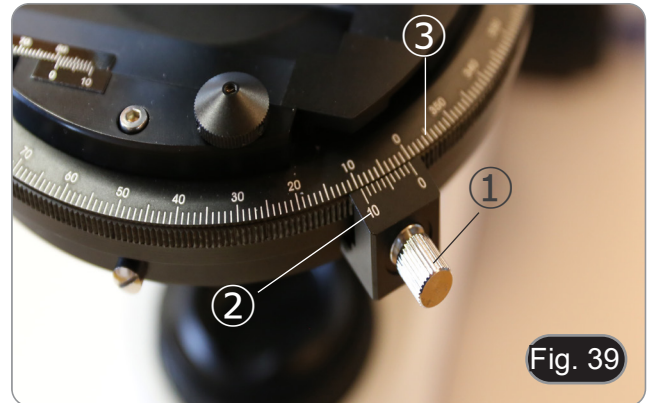

Fig. 39
1. Desaperte o parafuso de bloqueio de rotação da platina ① e rode a platina até que a escala da platina ② e o graniom ③ estejam alinhados na posição "0". (Fig. 39)
6. Volte a colocar a platina na posição "0" e aperte o parafuso de bloqueio ①. (Fig. 39)